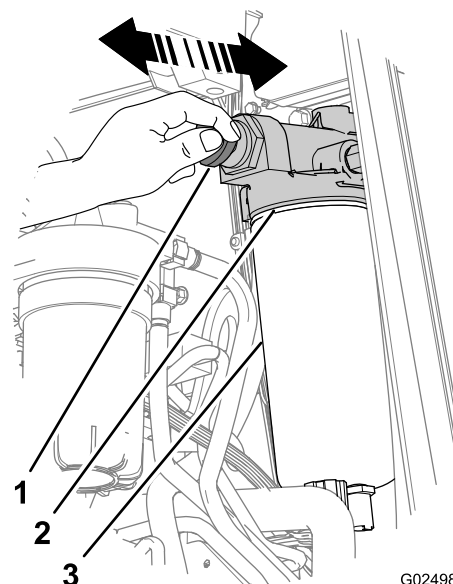

Figura 76
3. Limpie el cabezal de la bomba de combustible y la bomba de cebado usando un limpiador en spray de secado rápido y aire comprimido (Figura 76).
4. Desbloquee el mando de la bomba de cebado girándola en sentido **antihorario** (Figura 76).
5. Accione el mando de la bomba de cebado (Figura 76) hasta que note resistencia y no pueda accionar más el mando (unos 140 a 150 veces para filtros secos, o 20 a 60 veces para filtros prellenados).
6. Bloquee el mando de la bomba de cebado manual girándolo en sentido horario hasta que haga tope (Figura 76).